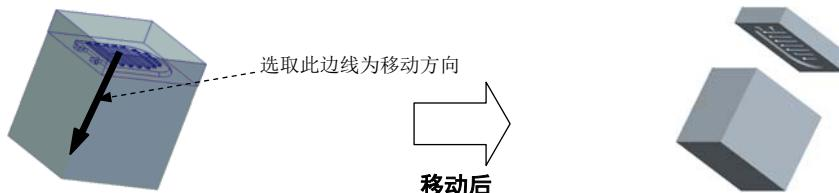

图 9.20 移动上模
Step2. 开模步骤 1：移动上模。输入要移动的距离值-10，移出后的状态如图 9.20 所示。